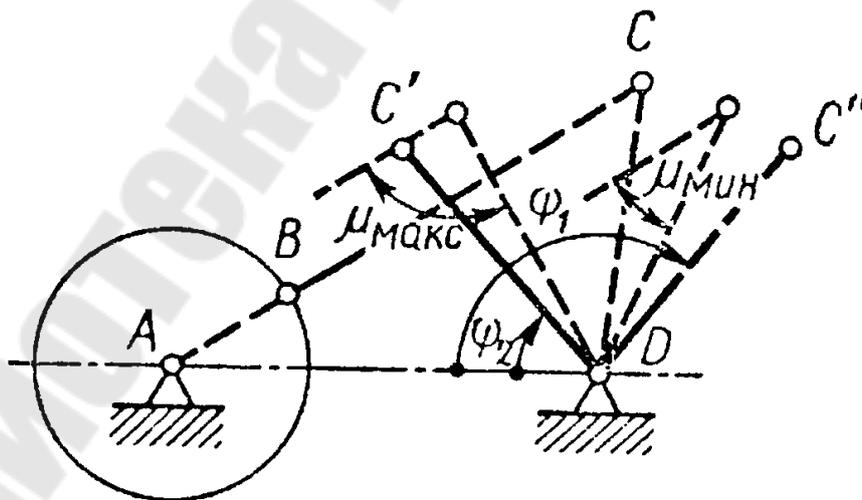

Рис.4.1
1. Спроектировать схему механизма шарнирного четырехзвенника (рис. 4.1) по заданной длине коромысла  $l_{CD}$ , углам его наклона к стойке в крайних положениях  $\psi_1$  и  $\psi_2$ , длине стойки  $l_{AD}$  и экстремальным значениям углов передачи  $\mu_{\min}$  и  $\mu_{\max}$ . Определить скорость и ускорение точки С, если угловая скорость звена АВ  $\omega_{AB} = 20 \text{ с}^{-1}$ , для положения, когда угол  $\psi = 80^\circ$ . Исходные данные приведены в табл. 4.1.